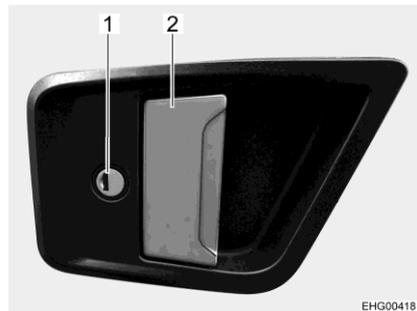
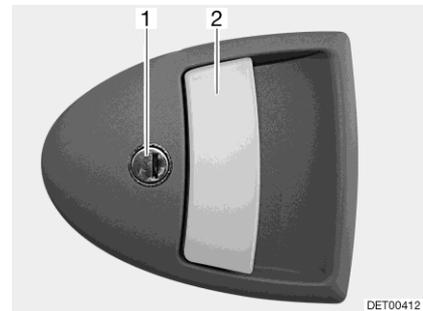

Fig. 51 Serratura della porta (porta di ingresso, lato esterno)
Fig. 52 Serratura della porta, variante (porta di ingresso, lato esterno)
- Inserire la chiave nel cilindro della serratura (Fig. 51,1 o Fig. 52,1) e ruotare fino a quando la serratura della porta si sblocca.
- Tirare la maniglia della porta (Fig. 51,2 o Fig. 52,2). La porta è aperta.
- Inserire la chiave nel cilindro della serratura (Fig. 51,1 o Fig. 52,1) e ruotare fino a quando la serratura della porta si blocca.